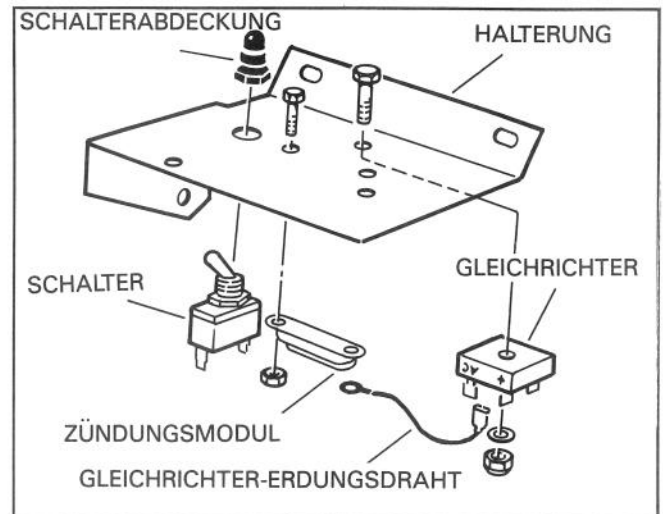

Abbildung 11
13. Den Kipphebelschalter in die richtige Richtung bringen (siehe Abb. 11) und Schalter an Komponentenhalterung installieren.
14. Mit Nr. 10, 12 mm Schrauben und Sicherungsmuttern Zündungsmodul zusammen mit dem Gleichrichter-Erdungsdraht an Komponentenhalterung anbringen (Abb. 11).
16. Die übrige Klemme an Gleichrichter-Erdungsdraht an negative (-) Gleichrichterklemme anschließen (Abb. 11).